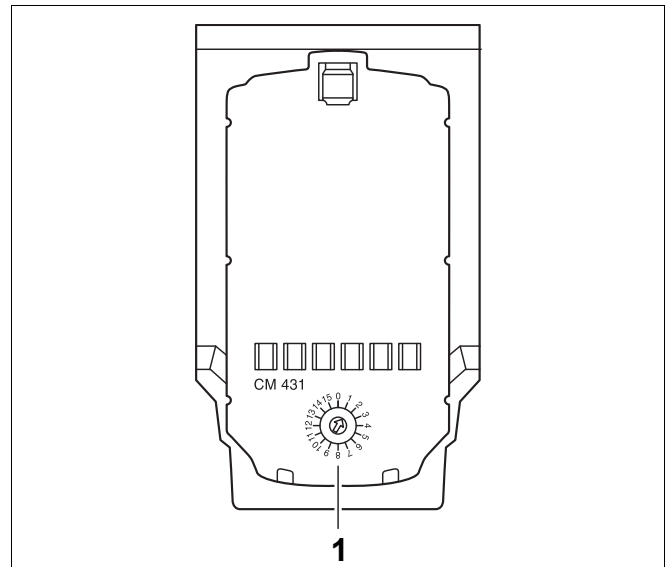

Рис. 8 Настройка адресов
Настройка адресов (→ Рис. 8, [1]) находится в системе управления Logamatic 4324 на модуле CM431 (за пультом управления MEC2H).
- ▶ Установите отвёрткой адрес системы управления (→ Рис. 8).